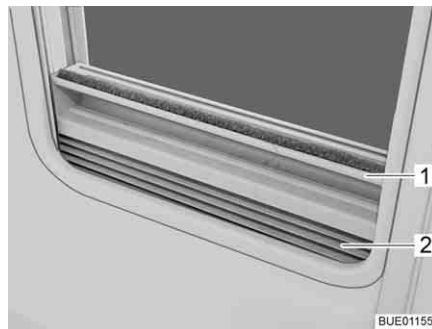

Fig. 32 Dispositif occultant plissé
- Saisir le dispositif occultant plissé (Fig. 32,2) par le centre de la barre-poignée (Fig. 32,1), le tirer du bas vers le haut et le relâcher à la hauteur voulue. Le dispositif occultant plissé reste alors à cette hauteur.